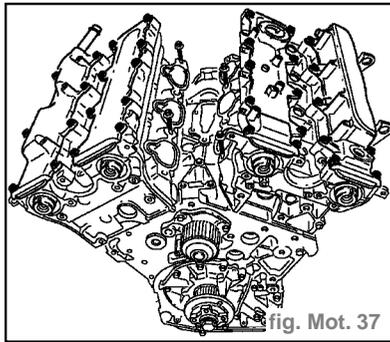

fig. Mot. 37
- les carters couvre arbres à cames, (fig. Mot. 37)